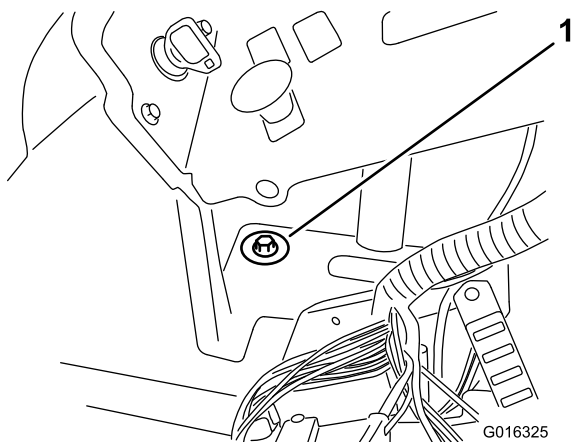
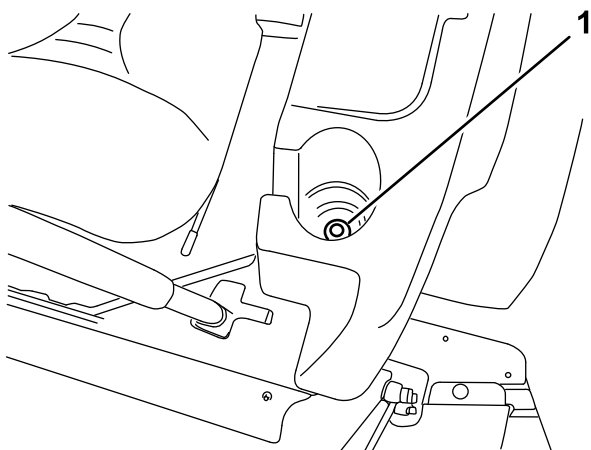
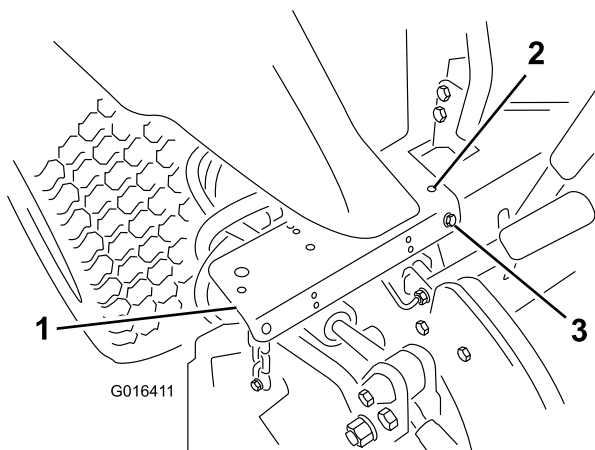
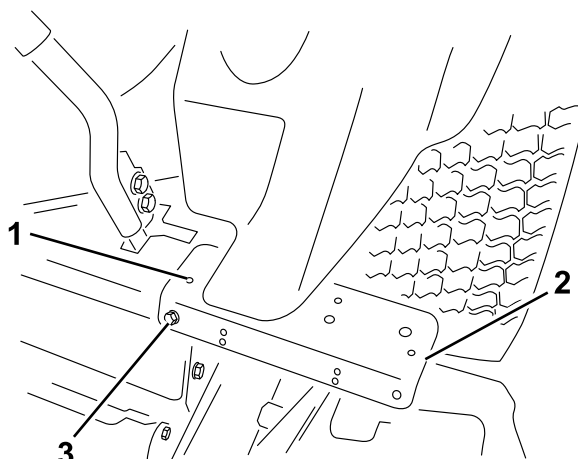

Bild 4
Bild 5
Bild 6
Bild 7
2. Lösen Sie die zwei Befestigungsschrauben am Dieseltank (Bild 4 und Bild 5) so weit, dass Sie die vorderen Lampenhalterungen zwischen die Plattform und den Tank schieben können (Bild 6 und Bild 7).
4. Bohren Sie ein 5-mm-Loch in jede Platte; siehe Bild 6 und Bild 7.